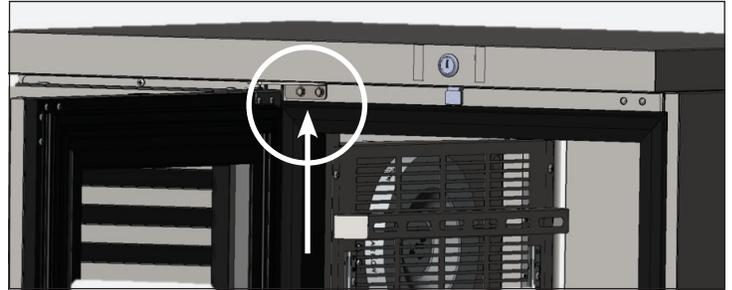

Fig. 1. Ubicación de los pernos de las bisagras superiores.
1. Localice y retire los pernos que fijan el soporte de la bisagra superior a la parte delantera de la base del gabinete. Retire los pernos. Véase la fig. 1.